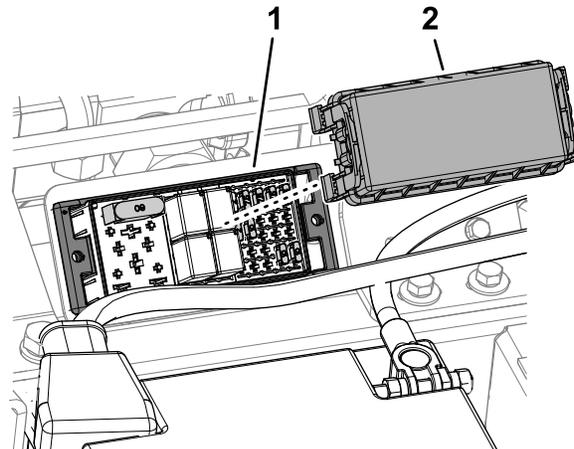

Bild 22
1. Entfernen Sie die Sicherungskastenabdeckung (Bild 22).